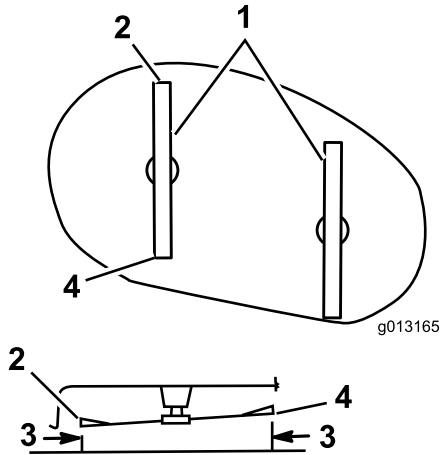

Figura 41
1. Misurate la distanza tra la punta anteriore della lama sinistra e la superficie piana (Figura 41). Ripetete la procedura per la punta posteriore della lama sinistra.